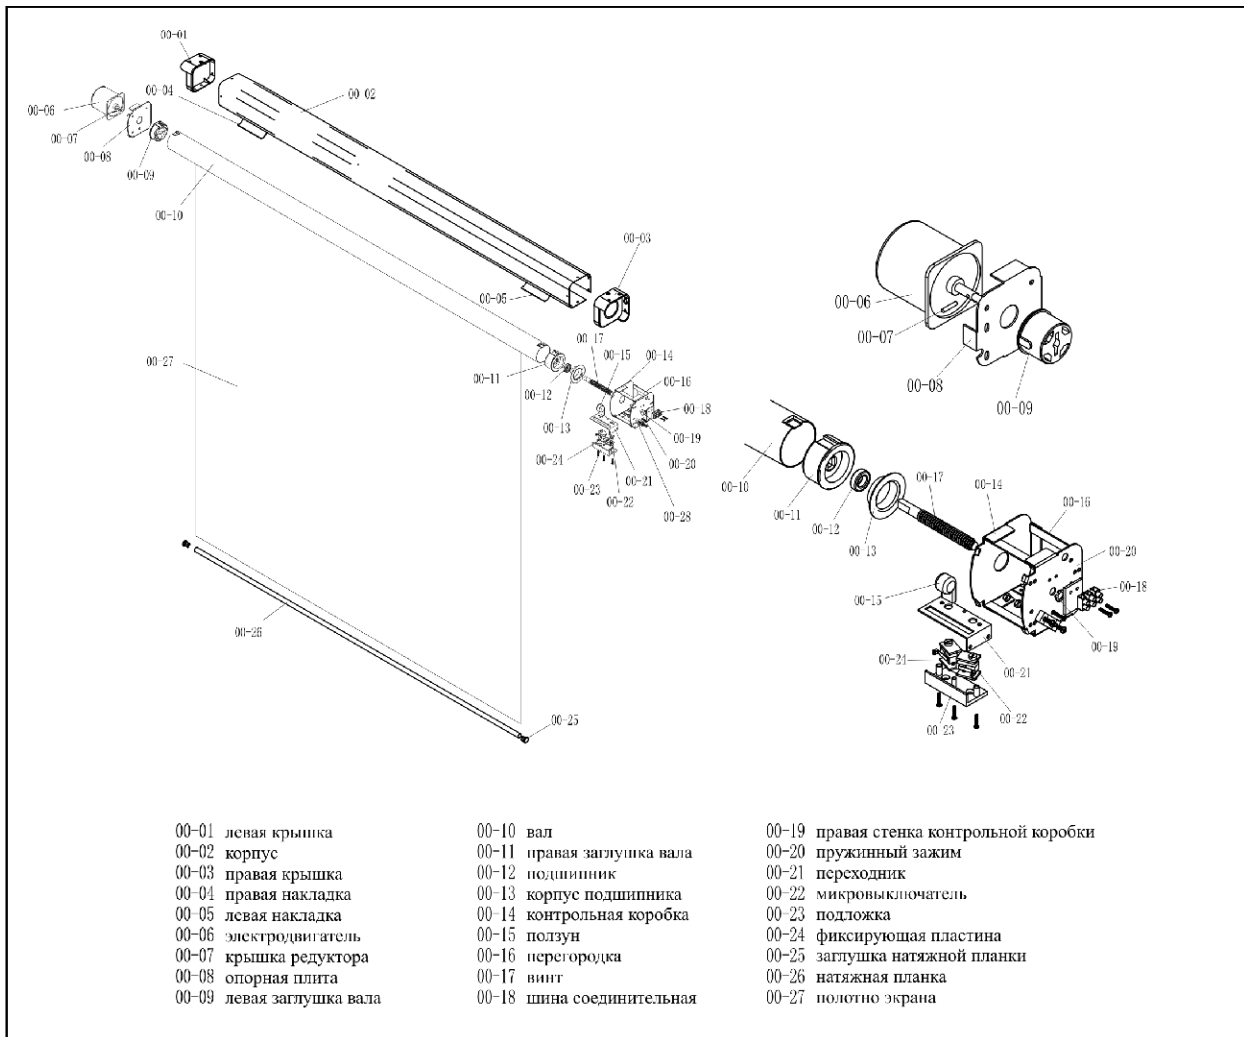
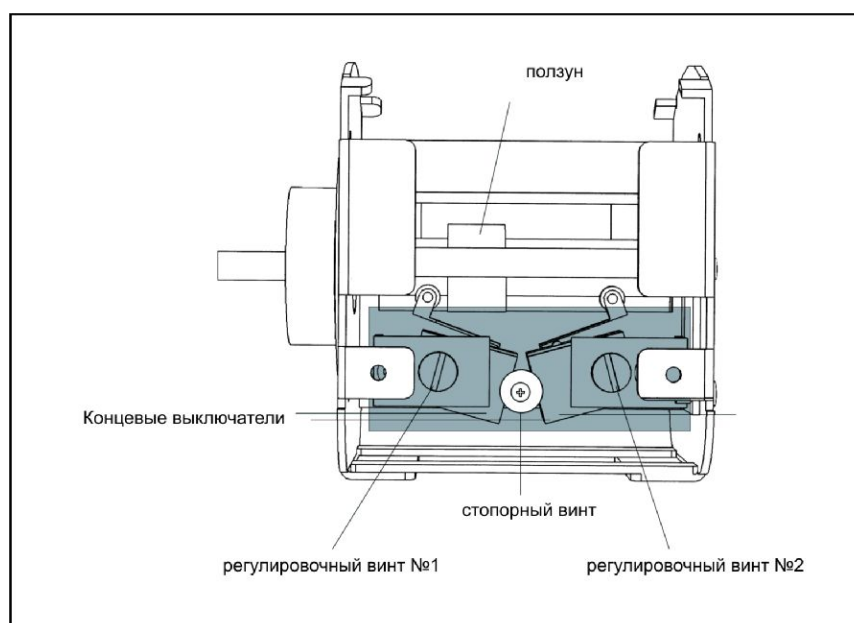

рис. 1
рис. 3
Блок концевых выключателей (рис. 3) находится в корпусе экрана за правой крышкой. Функция блока концевых выключателей заключается в своевременном отключении электродвигателя экрана (рис. 1 поз. 00-06) при крайних положениях полотна экрана, достигается тем что при вращении вала (рис. 1 поз. 00-10) на котором находится полотно экрана ползун (рис. 1 поз. 00-15) перемещаясь по резьбе винта (рис. 1 поз. 00-17) в крайних положениях полотна отключает электродвигатель нажимая на концевой выключатель №1 либо на концевой выключатель №2 (рис. 3). Доступ к регулировке концевых выключателей осуществляется через прорез для полотна в корпусе экрана.
1. Ослабьте стопорный винт (рис. 3) блока концевых выключателей.